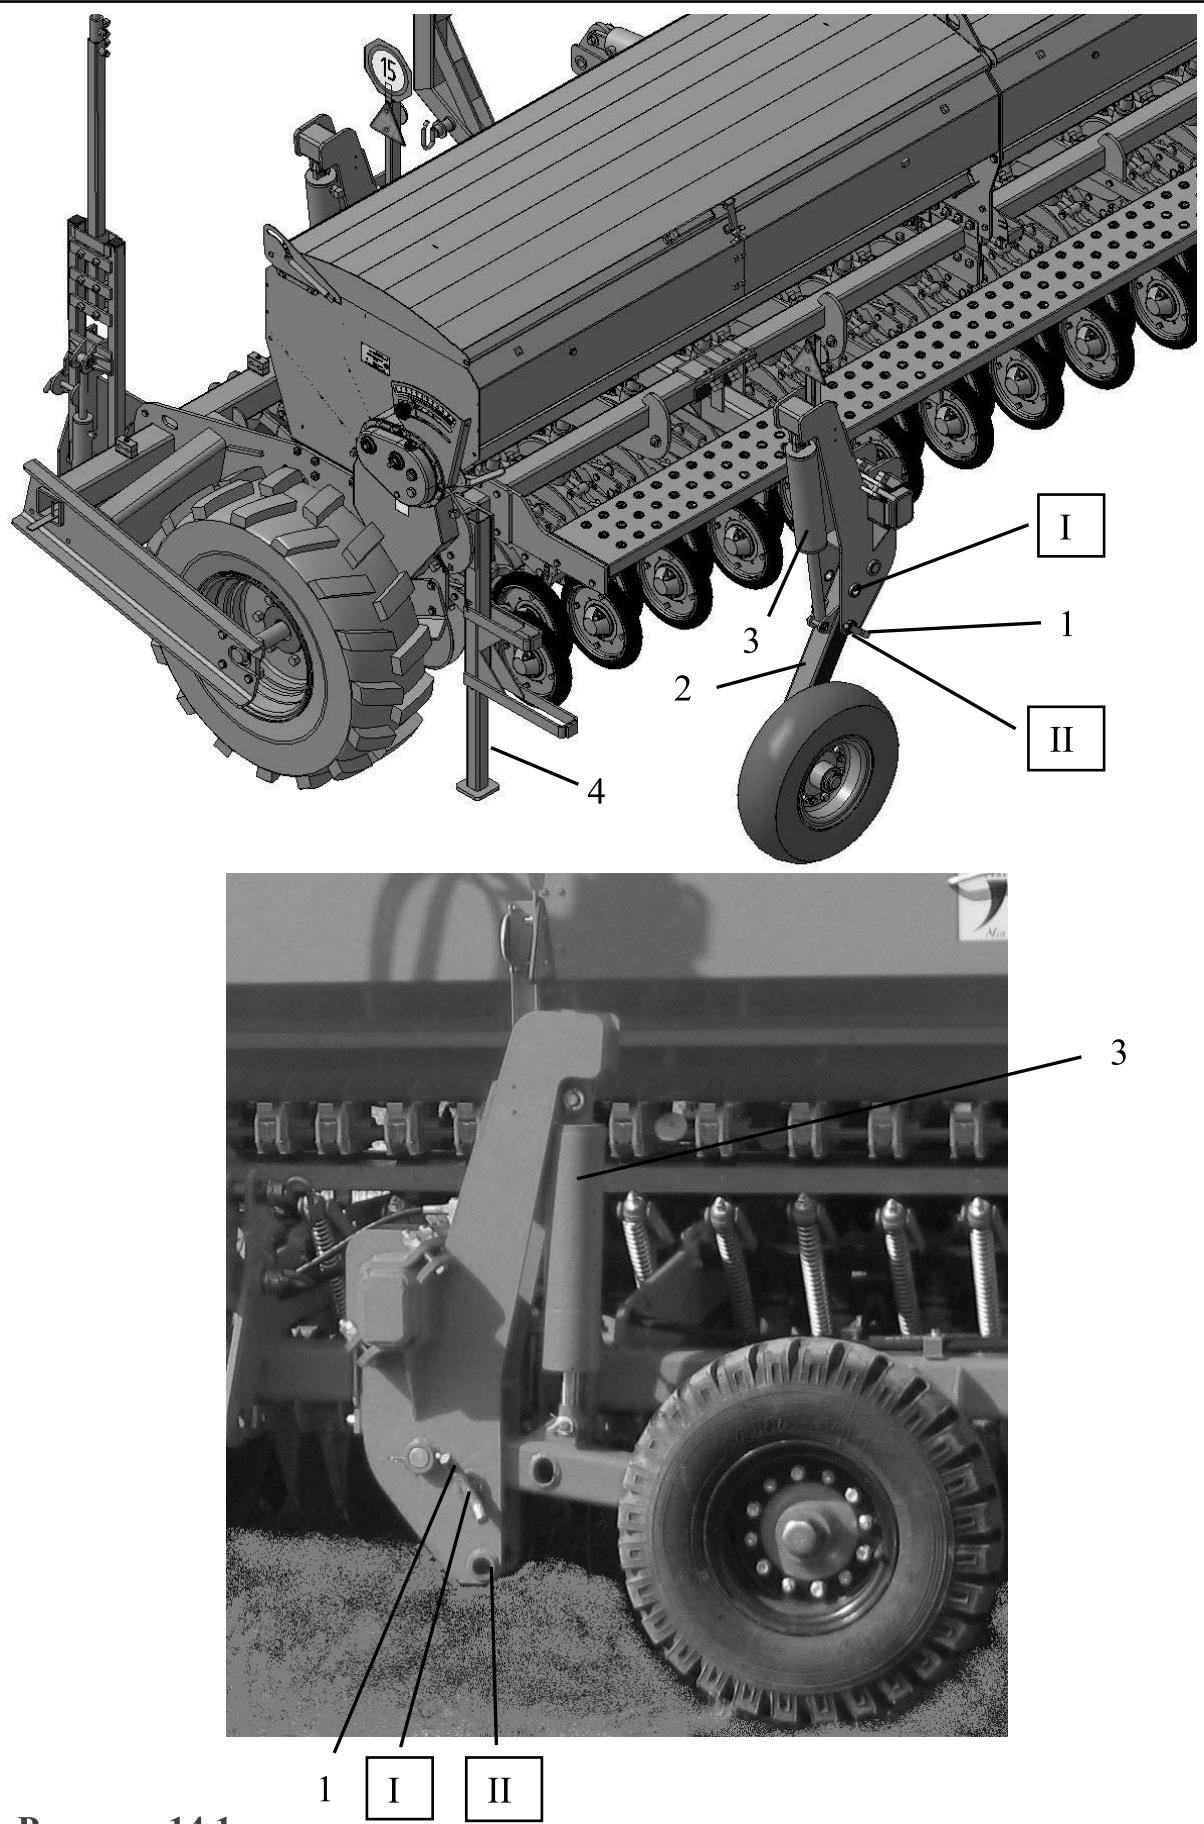

Рисунок 14.1.
- 3) установить сеялку на опоры 4 (одна спереди и две сзади) (рис. 14.1) и отцепить от трактора;
- 8) **ВНИМАНИЕ: извлечь фиксаторы 1 (рис. 14.1) из положения I - "в работе", освободив тем самым стойки 2;**
- 1) Установить сеялку на ровную площадку. Зафиксировать от перемещения тремя опорами (одна спереди, две сзади) 4 (рис. 14.1).